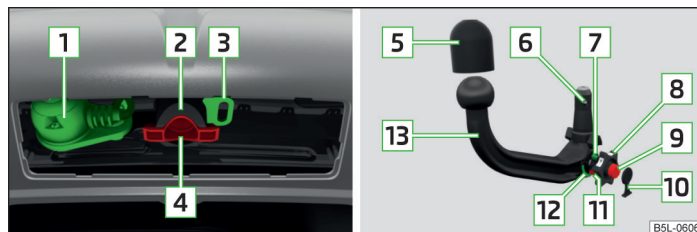

Fig. 126 Soporte del dispositivo de remolque/barra de cabeza esférica
Descripción de la imagen » fig. 126
- Extraiga la caperuza protectora de la cavidad de alojamiento **4** » fig. 126 de la página 163 hacia abajo.
- Coloque la caperuza protectora para la cavidad de alojamiento **4** » fig. 126 de la página 163 » **1**.